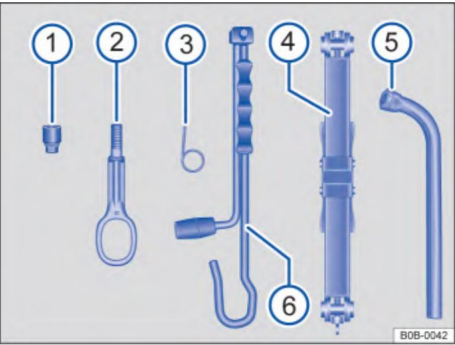

Рис. 171 Инструменты, входящие в комплект поставки (схема)
1. Рис. 171 Противовибрационное болтовое соединение 1). Рекомендуется устанавливать противовибрационные болтовые соединения в ящик для инструментов автомобиля и перевозить его вместе с автомобилем. Код противовибрационного болта напечатан на передней части разъема противовибрационного болта. Этот код необходимо предъявить, когда вы идете к нашему официальному дилеру, чтобы восстановить соединение после потери соединения, поэтому запомните и сохраните код